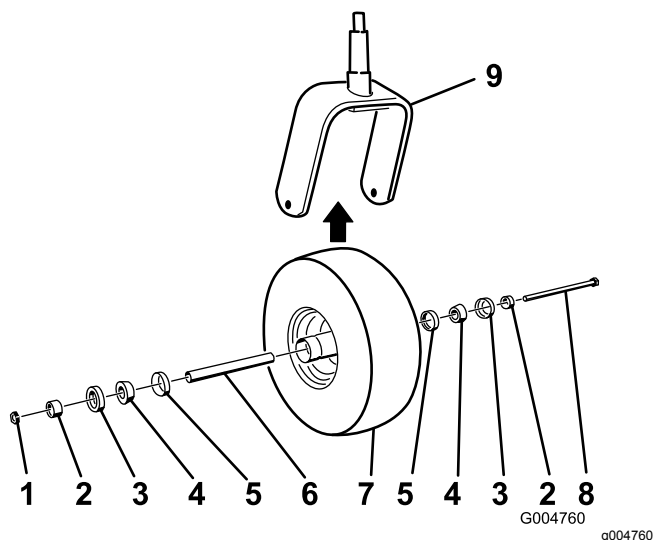

図 41
2. 端子ボルトからナットを外す 図 41。
5. コーンベアリングにグリスをパックし、ベアリングとシールをホイールハブに入れ、図 41 に示すようにキャストホイールを組み付ける